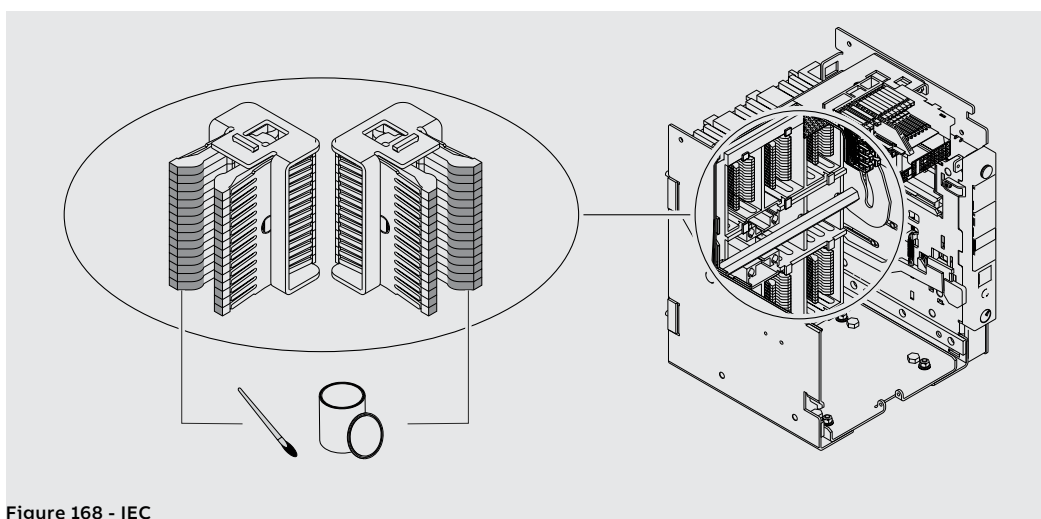
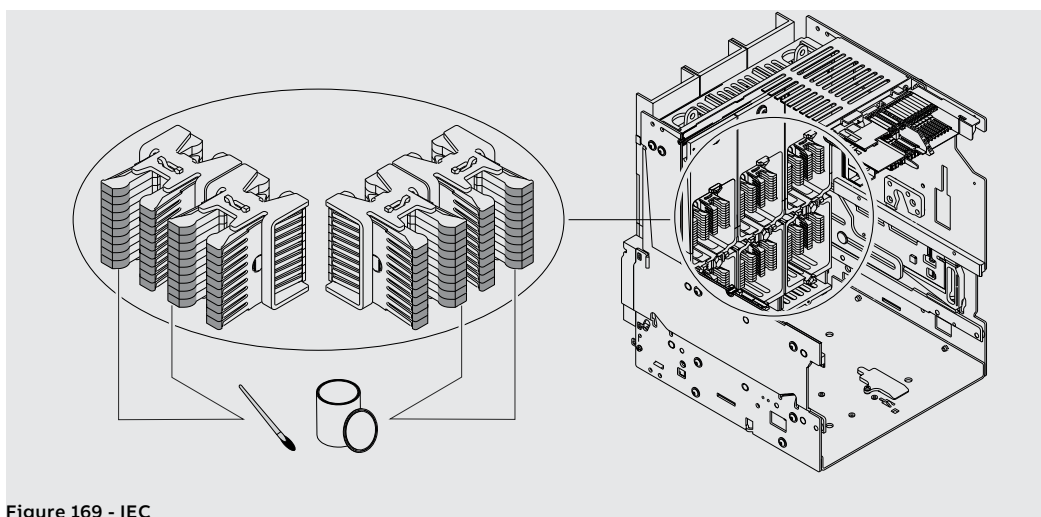

Figure 168 - IEC
Figure 169 - IEC
1. Nettoyer, dans les points indiqués, les contacts-tulipes ; en cas de dépôts excessifs on peut utiliser un diluant type Chemma 18 ou équivalents (Figure 168 - IEC pour E1.2; Figure 169 - IEC pour E2.2, E4.2 et E6.2).